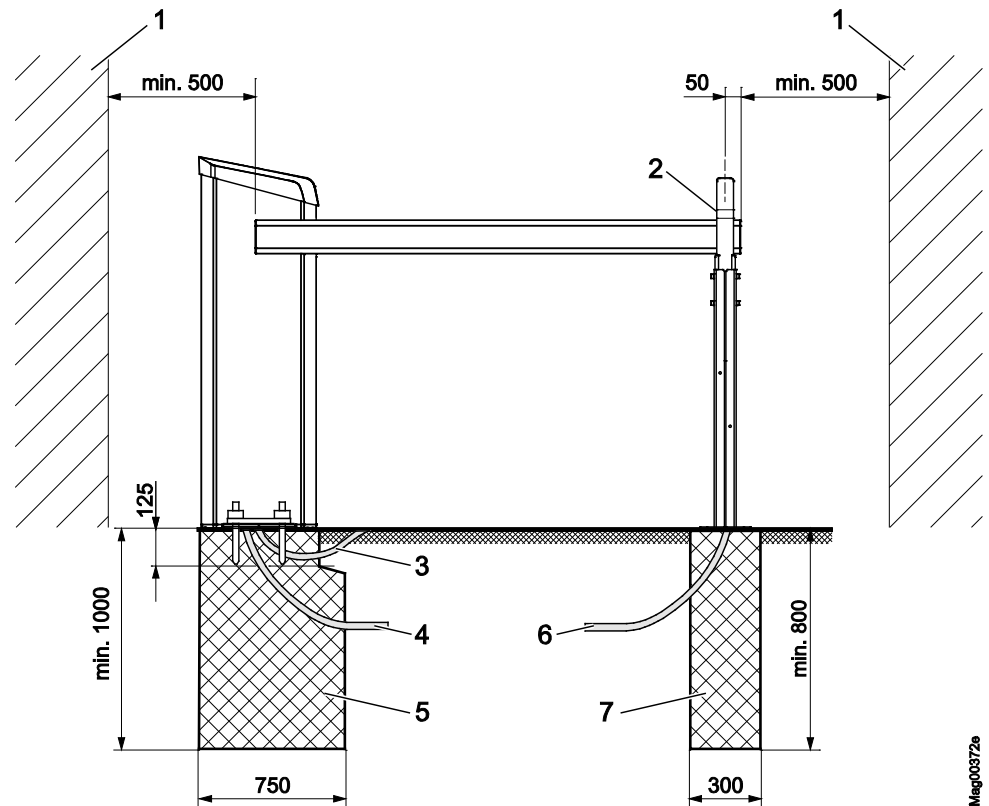
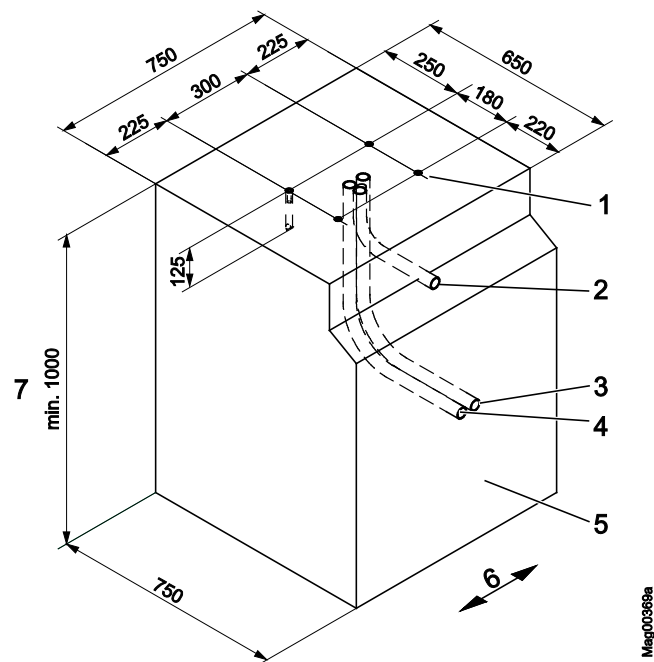
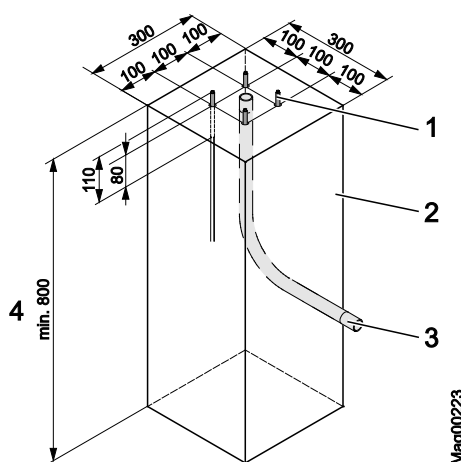

Bild 11: Montering bomsystem (mått i mm)
Bild 12: Fundamentschema Access XL2 och Access XXL (mått i mm)
Bild 15: Fundamentschema stödstolpe och fotocellsstolpe
Kläm- och skärrisk vid för kort säkerhetsavstånd mellan bommen och andra föremål! En stängning eller öppning av bomröret kan vid ett för kort säkerhetsavstånd från andra föremål leda till svåra klämskador eller andra skador! Därför: – Mellan bomröret och andra objekt, såsom väggar, murar och hus, måste det finnas ett säkerhetsavstånd på minst 500 mm. → Se sida 24, kapitel 2.7. – Montera och installera bomsystemet enligt Bild 11.
→ Se sidan 47, Bild 11.
→ Se sidan 47, Bild 11 och sidan 49, Bild 12.
→ Se sidan 49, Bild 12.
1. Schakta fundamenthål enligt Bild 11 och Bild 12 .
3. Placera kabelslangarna enligt Bild 12 i fundamentålet.
5. Gjut fundamentet med betong enligt Bild 12 .
1. Schakta ur fundamenthållet enligt Bild 11 och Bild 15.
2. Placera tomröret enligt Bild 15 i fundamenthållet.
4. Gjut fundamentet med betong enligt Bild 15 .